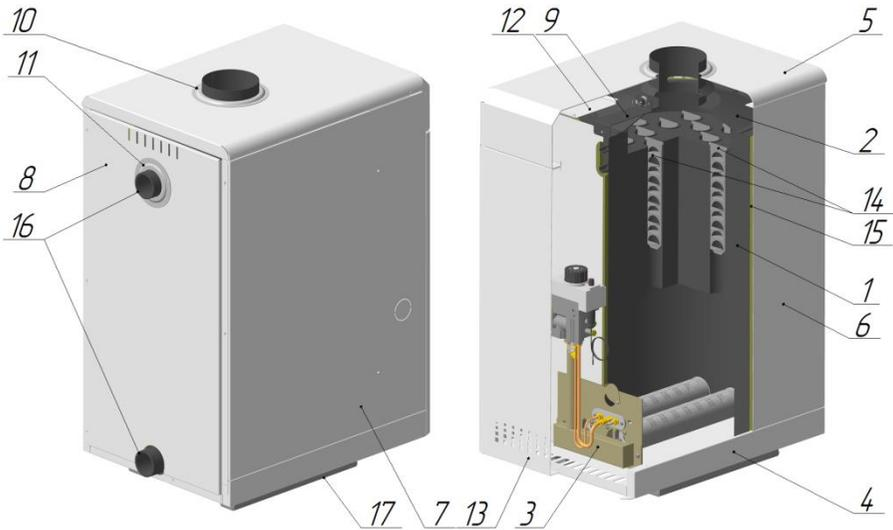

Рис. 1 Устройство котла
- 5.1. Котел отопительный стальной (рис. 1) представляет собой сварную конструкцию цилиндрической формы, состоящую из топki, теплоизоляции и декоративного кожуха с дверкой.